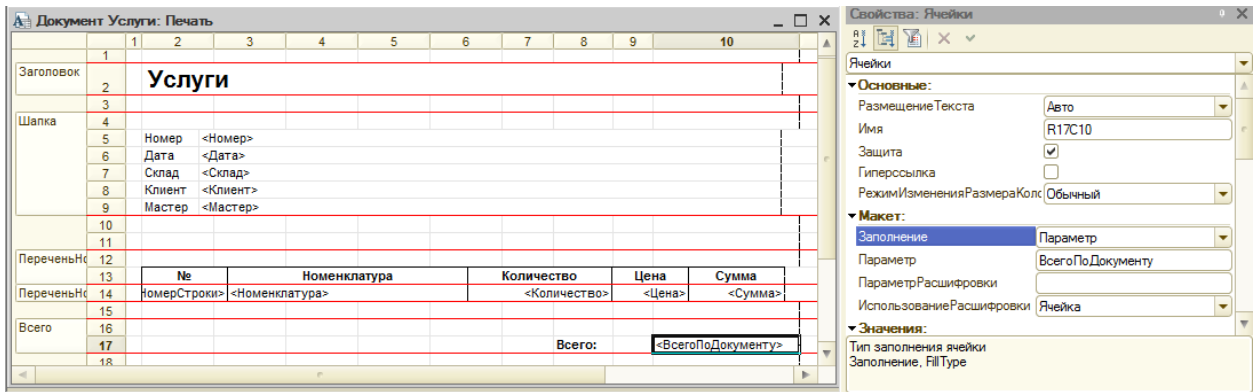

Рис. 72
- в колонке Сумма введите текст ВсегоПоДокументу, вызовите палитру свойств для этой ячейки, и укажите, что в ячейке будет храниться параметр (рис. 72). Каждая ячейка редактируемого табличного документа может содержать либо текст, либо параметр, либо шаблон.